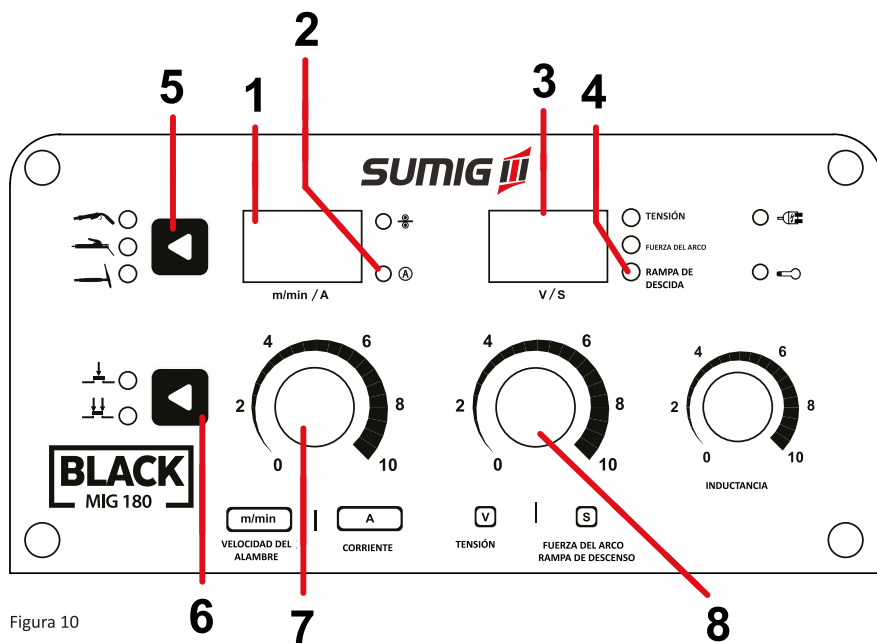

Figura 10
La *figura 10* muestra los recursos usados en el modo TIG LIFT.
2. Presione la llave de selección de proceso (**posición 5, figura 10**) y seleccione TIG.
3. Ajuste la corriente de soldadura mediante el botón de parámetros E (**posición 7, figura 10**).
4. Seleccione el tiempo de rampa de descenso con el botón de parámetros D (**posición 8, figura 10**).